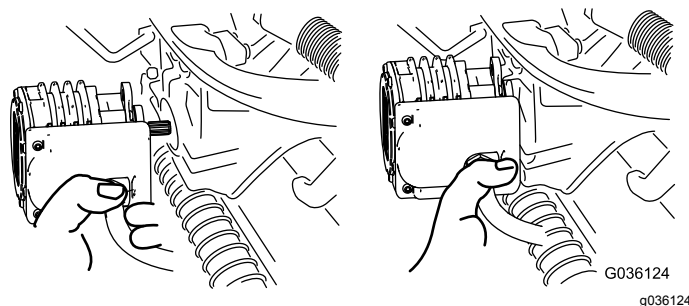

Figura 56
4. Spostate il motore in posizione di stoccaggio davanti al braccio di sospensione (Figura 56).